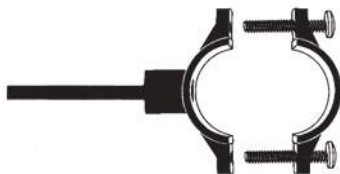

Рис. 14
3. Наклейте уплотнитель на внутреннюю сторону скобы дренажного хомута с резьбовым отверстием. Вставьте трубку в скобу хомута (**рис. 14**). Край трубки должен выступать примерно на 4-5 мм из внутренней части скобы.